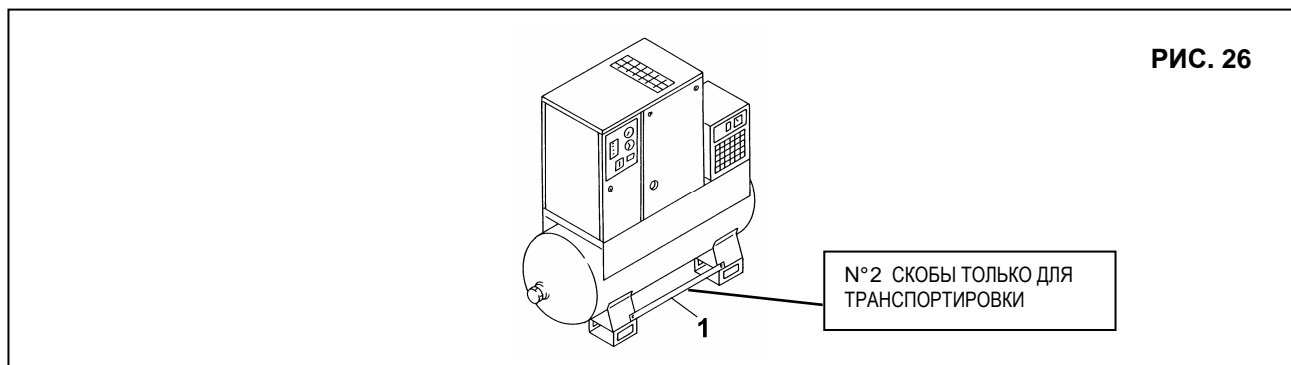

РИС. 26
Выполнив все пункты проверки по разделу 12.0, (установка) выполните инструкции на рис. 26.
- снимите 2 красные скобы, 1 Рис. 26. Они нужны только для транспортировки.